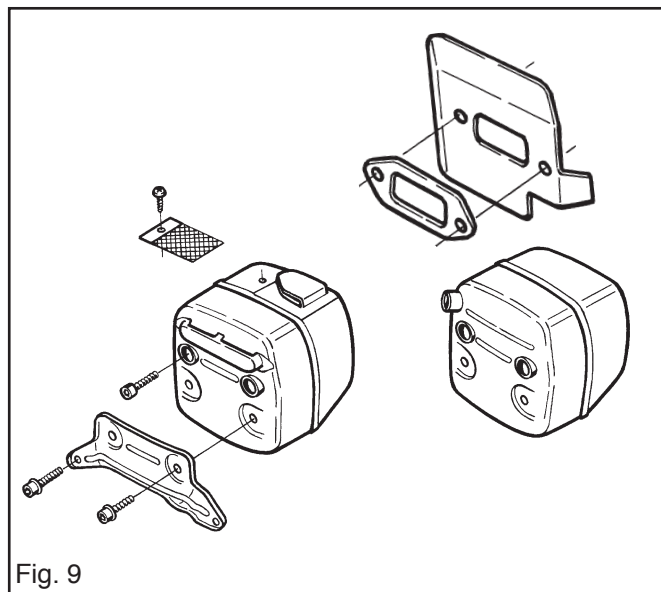

Fig. 9
1. Devisser les deux vis M5 et les deux vis M6 et retirer le silencieux et sa fixation. Voir fig. 9.
2. Retirer la garniture et la plaque de refroidissement. Voir fig. 9.
3. Si la tronçonneuse est équipée d'un pare-étincelles, le retirer. Voir fig. 9.
2. Si la tronçonneuse est équipée d'un pare-étincelles, le monter. Voir fig. 9.